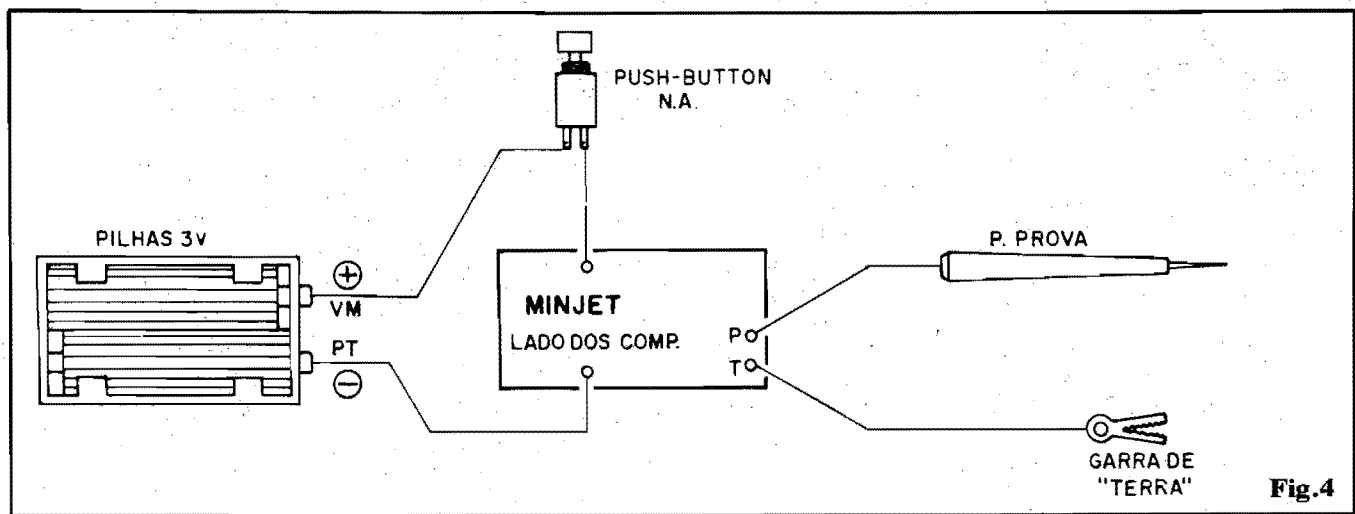

Fig.4
- FIG. 4 - CONEXÕES EXTERNAS À PLACA - São poucas e simples as ligações extra-placa: basicamente a alimentação (atenção à polaridade), sendo que o push-button deverá ser intercalado na cabagem do positivo (fio vermelho do suporte de pilhas), a